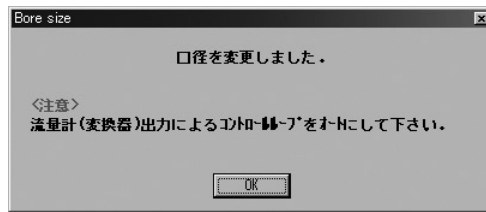

図40
- ⑤ 「OK」をクリックし、入力した設定値が変更されると、図40のようなメッセージボックスが現れますので、「OK」ボタンをクリックすれば設定は終了です。